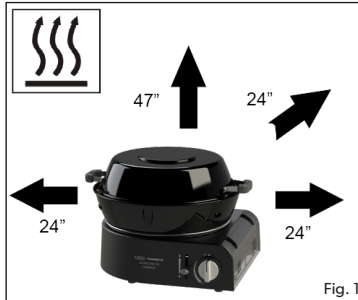

Fig. 1
- Assurez-vous que l'appareil est utilisé à distance de toute matière inflammable. Distances de sécurité minimales : au-dessus de l'appareil : 47", à l'arrière et sur les côtés : 24" (Fig. 1).